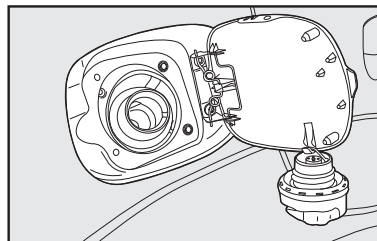

fig. 104
- Luego de retirada la tapa de su alojamiento, colóquela en el soporte sobre la puerta **fig. 104**.